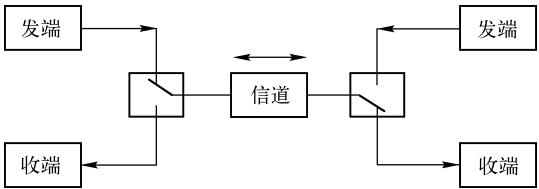

图 8-5 半双工通信
3) 半双工 (Half Simplex)：指数据可以进行双向数据传送，同一时刻，只能发送数据或者接收数据，如图 8-5 所示。通常需要一对双绞线连接，与全双工相比，通信线路成本低。例如，RS-485 只用一对双绞线时就是“半双工”通信方式。